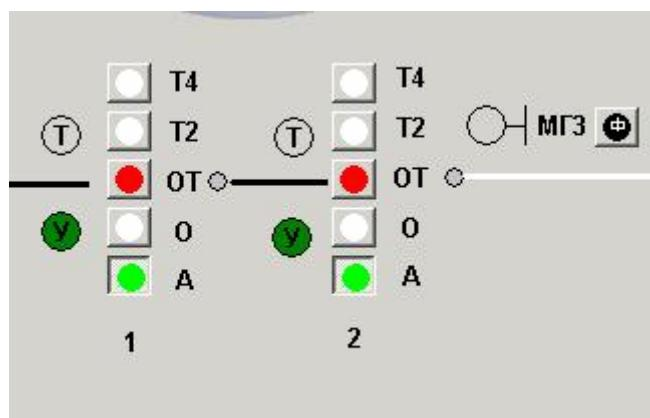

Рисунок 15
- кнопки коммутаторов управления замедлителями ВТП № 1 и ВТП № 2 двухпозиционные с фиксацией (рисунок 15). Служат при нажатии:
- лампочки контроля состояния замедлителей оранжевого цвета с буквой «Т» загораются при заторможенном положении замедлителей (рисунок 15);
- лампочки «У» зеленого цвета сигнализируют о подключении схемы управления замедлителем к системе АРС. Если при нажатой кнопке «А» зеленые лампочки мигают, схема автоматического управления неисправна и необходимо перейти на ручное управление замедлителем (рисунок 15);